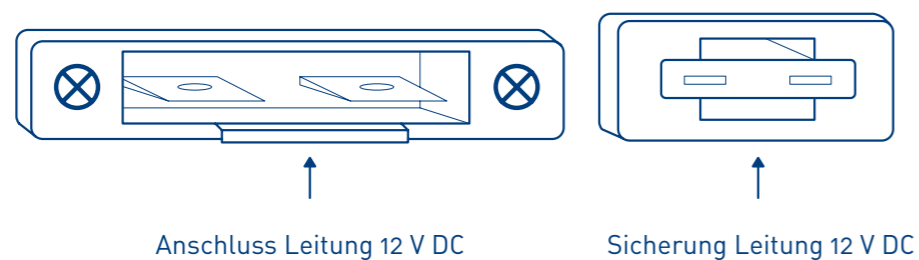

ABBILDUNG 2: ANSCHLUSSBUCHSE GLEICHSPANNUNG 12 V DC
- Stecker des Netzkabels in die Buchse am Gerät stecken (Abbildung 2);